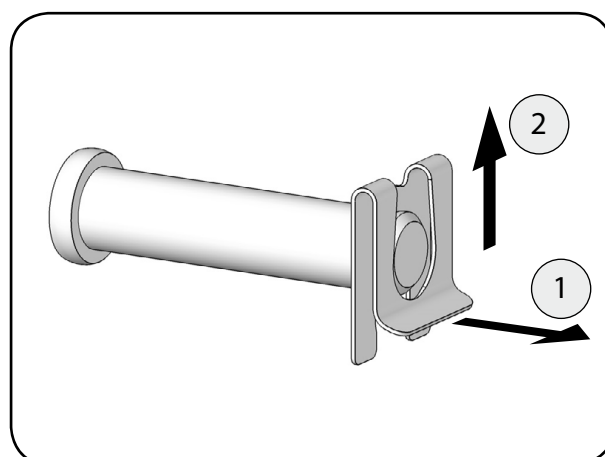

Abb. 6.1.08 - Demontage der SL-Sicherung
9. Entfernen Sie den Bolzen mit SL-Sicherung aus der Haltelasche am Hebearm (Abbildung 6.1.08). Ziehen Sie hierzu das gebogene Ende der Lasche etwas zurück (1) und schieben Sie die SL-Sicherung aus der Nut des Bolzens heraus (2).